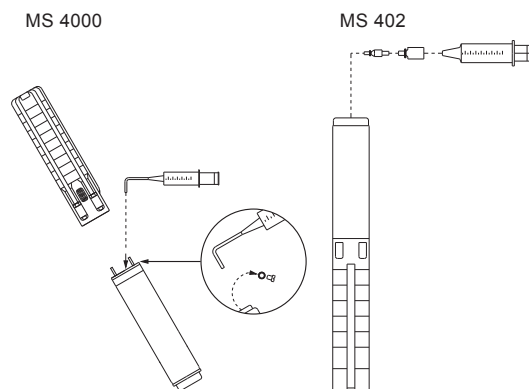

Рис. 5 Положение электродвигателя при заполнении – MS 4000 и MS 402
1. Расположите погружной насос, как показано на рис. 5. Заливочное отверстие должно быть в верхней точке двигателя.
3. С помощью специального шприца заливайте в электродвигатель охлаждающую жидкость, пока она не начнёт вытекать через заливочное отверстие. См. рис. 5.